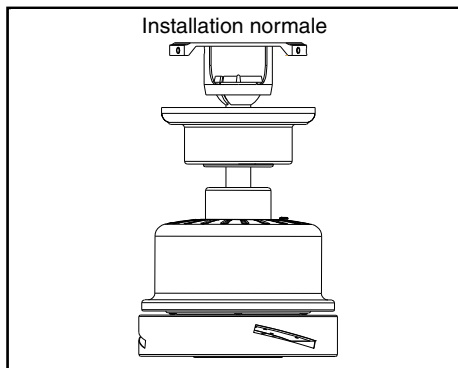

Figure 9
4. Soulevez avec précaution l'ensemble du ventilateur vers la traverse. Assurez-vous que la languette de la traverse est correctement fixée dans le sillon de la boule de suspension. (Figure 9)